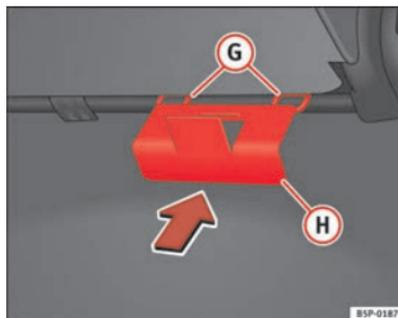

Fig. 113 Placa de fixação do porta-objects móvel
- Colocar a partir do interior do veículo, a placa de fixação ⑧ ⇒ fig. 113 do porta-objects móvel, pela parte traseira do banco. Deve estar situada entre o encosto e o assento, na zona do lugar central.
⇒ página 148, fig. 113 e pressione com força até que as duas pinças encaixem totalmente nas anilhas.